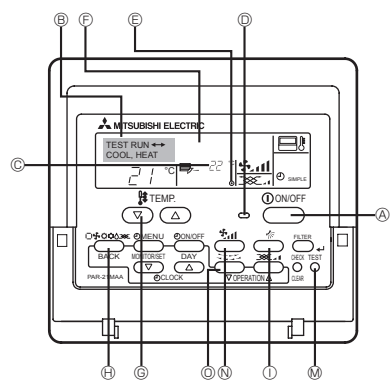

Fig. 7-1
7. Выполнение испытания (Fig. 7-1)
Использование проводного пульта дистанционного управления (Fig. 7-1)